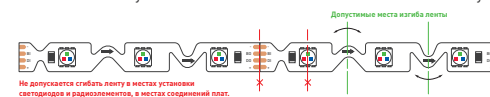

Рис. 1. Допустимые места изгиба ленты
- Подключите ленту в соответствии со схемой (рис. 1). Соблюдайте полярность подключения и направление передачи сигнала (вход/выход). Обращайте внимание на маркировку, нанесенную на печатную плату, и на цвета соединительных проводов.
- Максимальный угол изгиба на плоскости 90 °С. Сгибать ленту можно только в обозначенных местах (рис. 1).